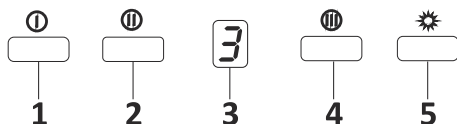

Fig. 18: 3 Trins Digital Knap
1.  Tryck på denna knapp för att starta apparaten. När det trycks på denna knapp, startas apparaten med 1. hastighet.Fig. 18
2.  När det trycks på denna knapp, kommer apparaten underhållas med 2. hastighet.Fig. 18
3. ➤ Digital skärm: Ni kan se vilken hastighet apparaten är i drift med.Fig. 18
4. ➤ När det trycks på denna knapp, kommer apparaten underhållas med 3. hastighet.Fig. 18
5. ➤ Tryck på denna knapp och sätt på ljuset och locket.Fig. 18
6. ➤ Om Ni trycker på en motor initieringsknapp mer än 2 sekunder, så aktiveras en 15 minuterstimerfunktion. När timern är startad, sänder displayen en signal, var motorn upphör med att fungera efter 15 minuters användning.Fig. 18